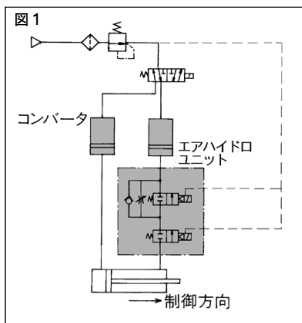

図1
- ③ アクチュエータの往復作動のうち、片側作動だけを特に制御したい場合は、図1のように、制御方向のシリンダ配管ポートにエアハイドロユニットを接続してください。